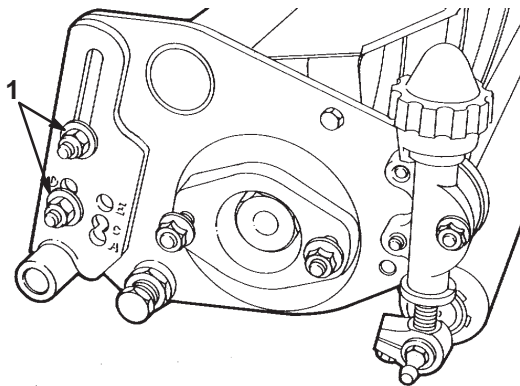

図 4
4. 穴にボルトを通したら、平ワッシャとナットを使って、右側の後ローラ・ブラケットをしっかりと固定する（図4）。